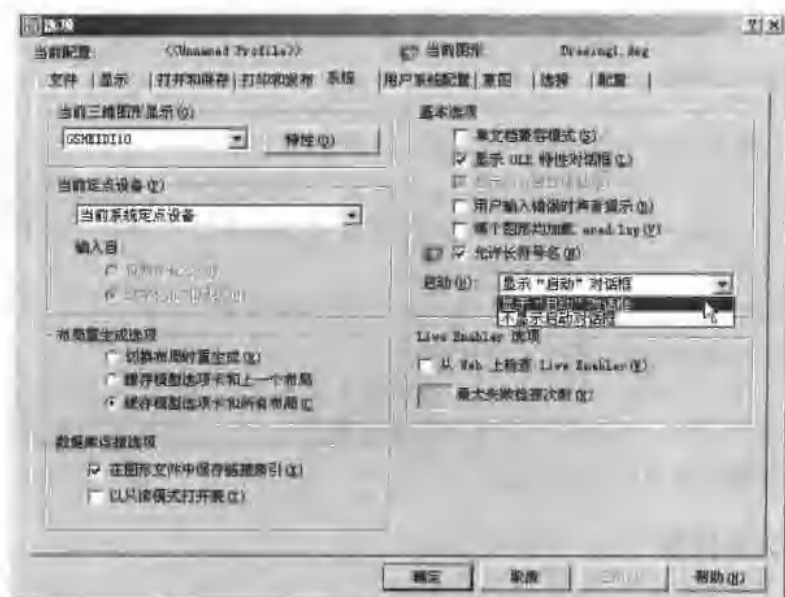

图 1-7 选择“显示‘启动’对话框”选项
(1) 选择“工具”|“选项”命令,或者在命令行中输入 options 并按 Enter 键,弹出“选项”对话框。
(2) 进入“系统”选项卡,选择“启动”列表框中的“显示‘启动’对话框”选项,如图 1-7 所示,然后单击“确定”按钮保存修改。